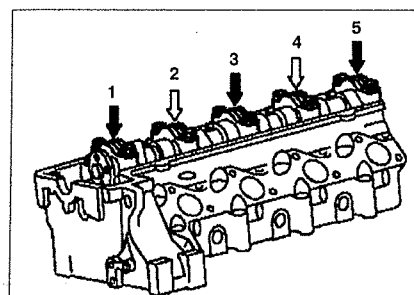

Рис. 4.23. Порядок ослабления и затяжки болтов крепления крышек подшипников распределительного вала.
8. Ослабьте крышку 5 коренного подшипника распределительного вала и снимите ее. Порядок ослабления болтов крепления крышек коренных подшипников распределительного вала указан на рис. 4.23. Сначала необходимо открутить болты крепления 1, 3 и 5 крышек. Затем необходимо открутить болты крепления